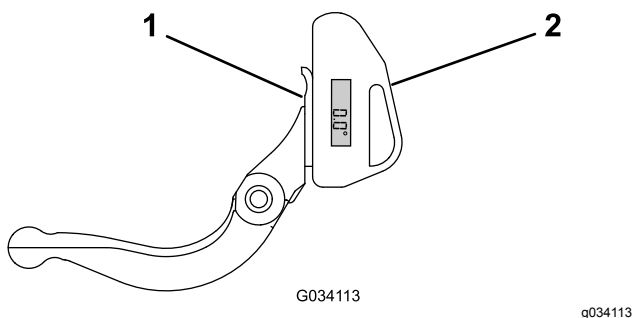

Figura 27
- 1. Coloque el indicador de ángulo en el lateral inferior de la contracuchilla, tal y como se muestra en la Figura 27.